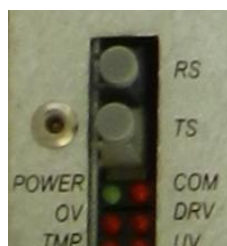

Рис. 10-14 Блок индикации источника питания
- Блок индикации источника питания показан на Рис. 10-14; состояние источника в норме, если индикаторы "POWER" и "COM" светятся. Если светятся другие индикаторы, то это свидетельствует о необходимости дополнительного обслуживания; свяжитесь с персоналом DELTA.